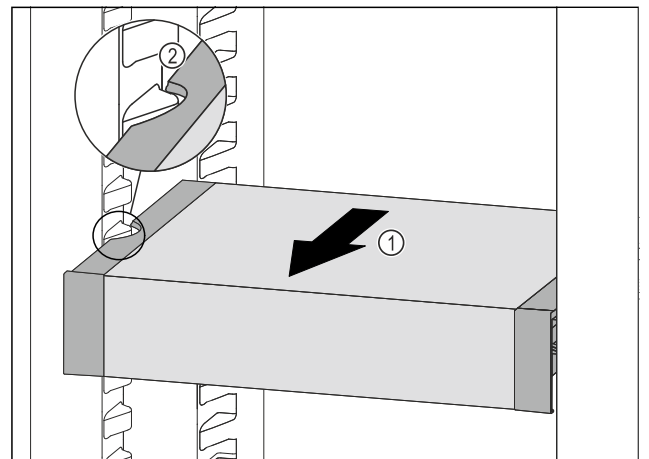

Fig. 172
- VarioSafe nach vorne ziehen Fig. 172 (1), bis sich die seitlichen Aussparungen des VarioSafes auf Höhe der Behälterrippe im Kühlteil befinden. Fig. 172 (2)